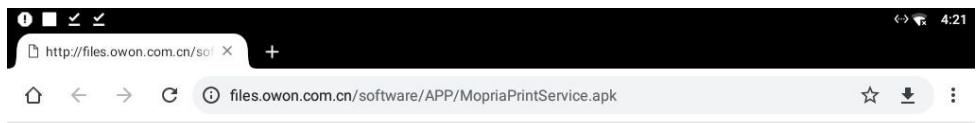

図2
②図 2 に示すように、クリックしてインストール パッケージを開きます。